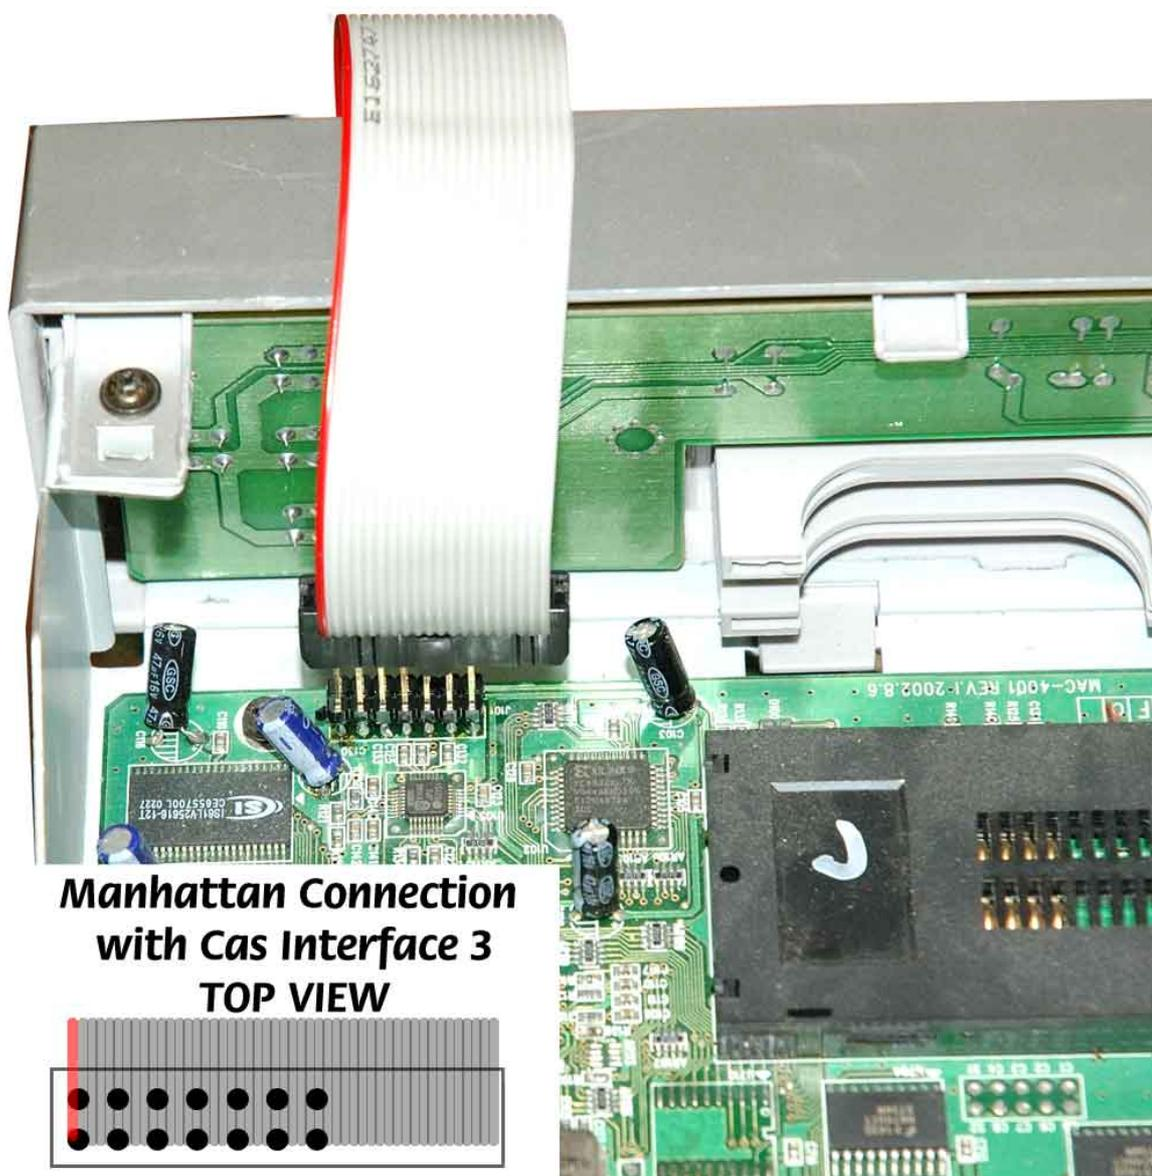

Fig. 25
- Se invece avete il Cas Interface 3 inserite un capo del cavo flat nel connettore esterno dello stesso e l'altro capo nel Manhattan come da figura (fig.25):